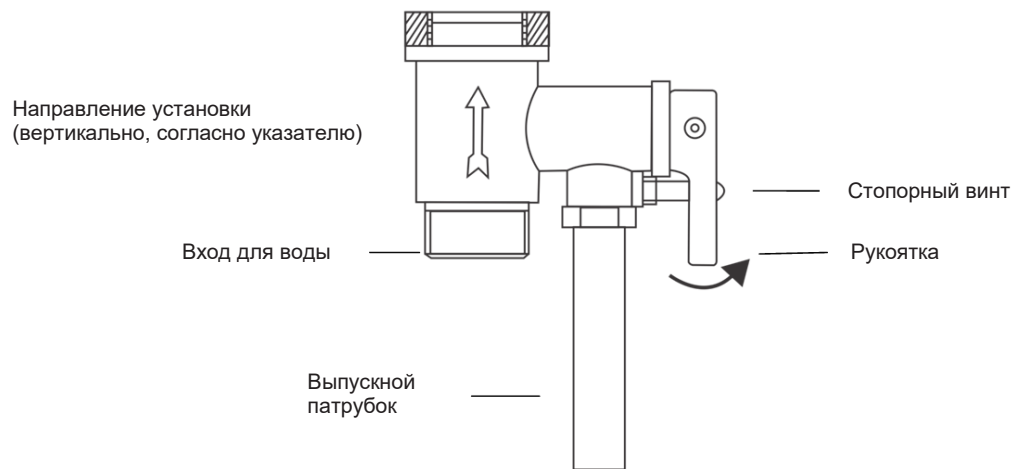

Рис. 10
- c. Открутите винт на ручке (как показано на рис. 10)
- d. Поднимите ручку (следуя направлению, как показано на рис. 10)